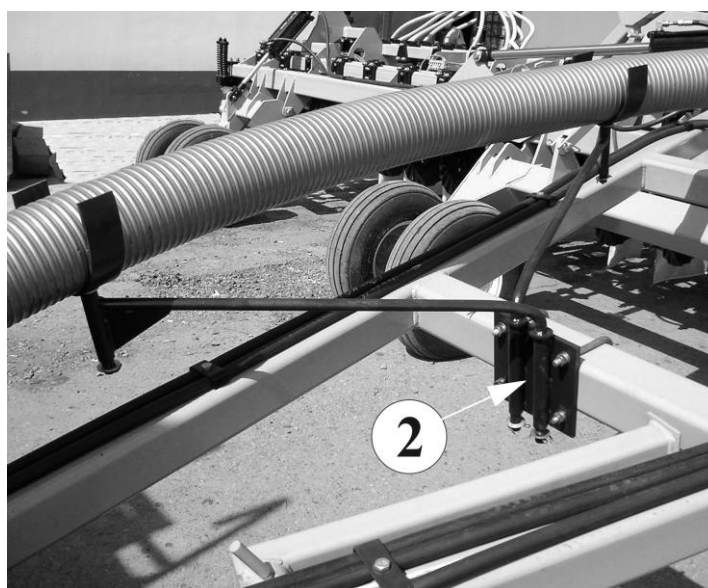

Рис. 4.6.4. Водило
4.6.9. Для поддержки и предотвращения шланга семяпровода Ø127 мм от перетирания, установите на переднюю сцепку водило 2, состоящее из двух поворотных рычагов с вилками (рис.4.6.4).